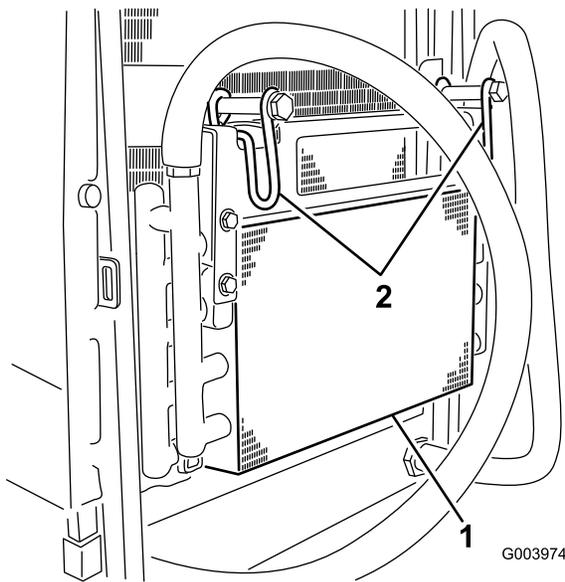

Рисунок 73
- Поверните защелки внутрь, чтобы освободить маслоохладитель (Рисунок 73).